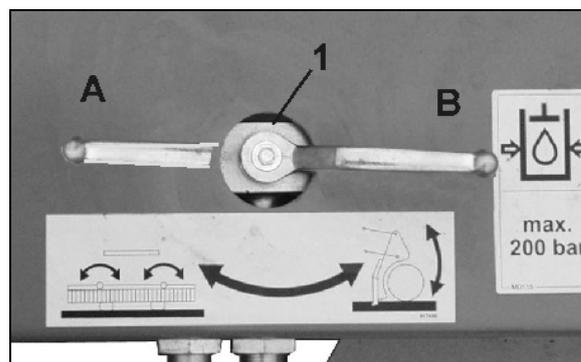

Fig. 118
2. DMC 602: Ajustar la llave de cierre (Fig. 118/1) en posición **A**
4. Ajustar la llave de cierre (Fig. 118/1) en la posición **B**.
- Mantener la llave esférica (Fig. 118/1) en posición **B**,